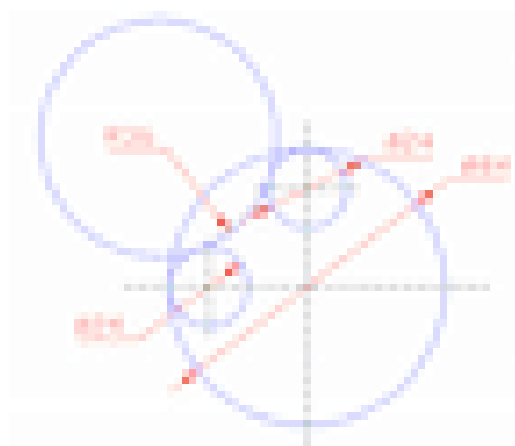
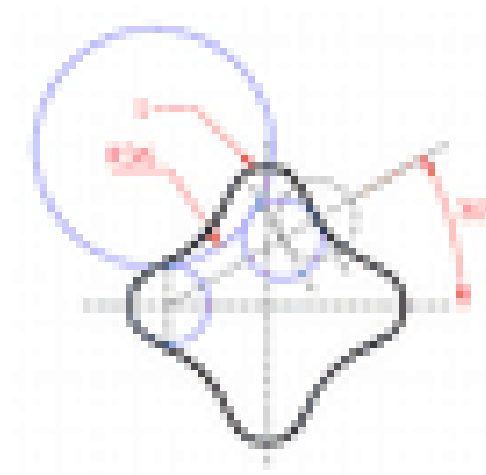
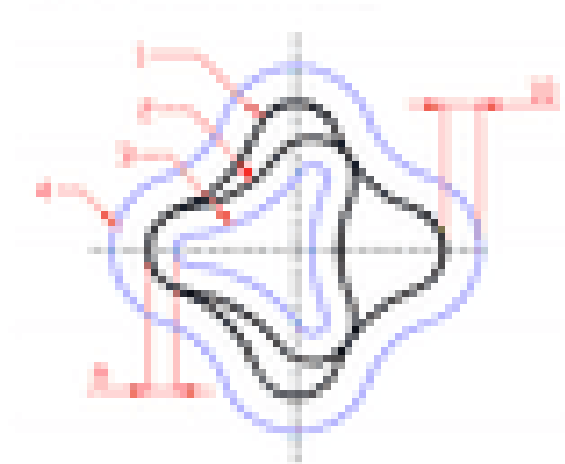
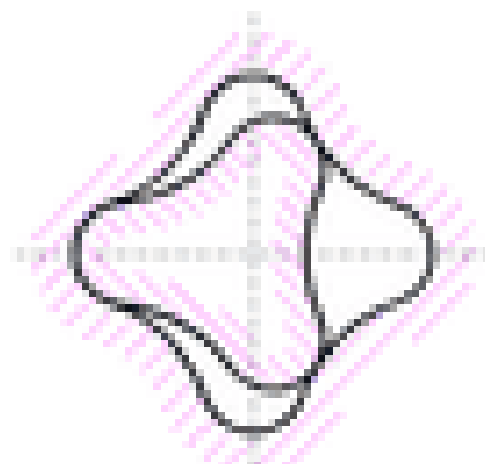

Рис. 2.
Рис. 3.
Рис. 4.
Рис. 5.
14. Самостоятельно выполните построения согласно чертежам на рис.2, рис.3, рис.4 и рис.5.
- 14.1. Вспомогательные построения, показанные на рис.2 и рис.3 используются для построения сопряжения двух окружностей другой заданного радиуса. Неполностью вспомогательные построения на рис.2 для построения фигуры 1 (см. рис.3,4), а на рис.3 для построения фигуры 2 (см. рис.4).
- 14.2. Фигура 1 на рис.4 получена при помощи команды ПОВТОРЕНИЕ. Для рисования вспомогательных построений использовались команды КОПИРОВАТЬ и Вставить «КРУГ», для точек касания, радиус. Для вспомогательных построений фигуры 2 использовалась команда ПЕРКАЛО.
- 14.3. Для построения фигур 3, 4, показанных на рис.4 используются командой СМЯГЧЕНИЕ .
- 14.4. Штриховку на рис.5 наносится после знакомства с прикладной работой №5, в которой подробно описан процесс нанесения штриховки.